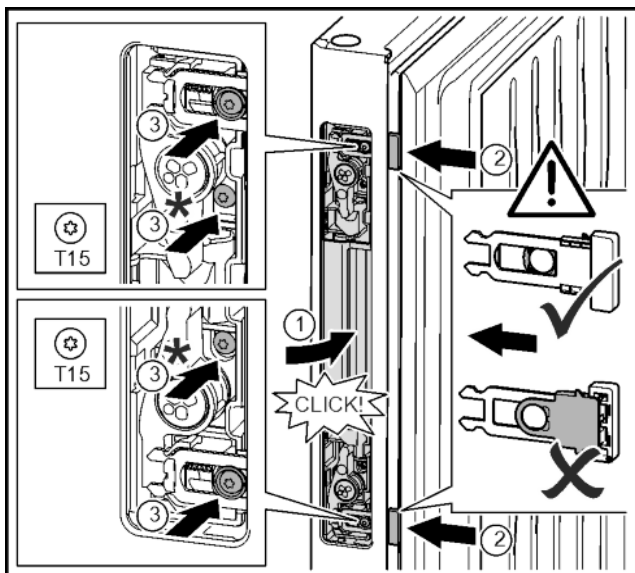

Fig. 22
- ▶ Вставте пристрій відкривання дверей в отвір протилежної сторони, щоб він зафіксувався. Fig. 22 (1)
- ▶ Просуньте штовхачі відкривання дверей по пазам, доки вони не зафіксуються. Fig. 22 (2)
- ▶ Закрутіть гвинти за допомогою викруткі T15 разом з пластмасовим виступом. Fig. 22 (3)